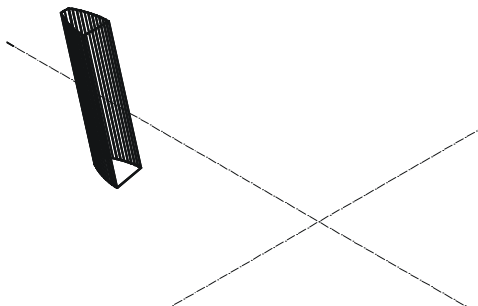

图 10-2-8
STEP 10 使用 EXTRUDE 命令沿轨迹线拉伸该轮廓, 再删除前面绘制的长度为 24 的轨迹线, 效果如图 10-2-8 所示。具体操作如下: